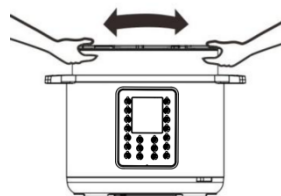

Figura 14
Prima di inserire la pentola interna (6) nella pentola a pressione, assicurarsi che la pentola interna in cui si trova la piastra riscaldante (14) sia pulita e asciutta e livellare la pentola per garantire un contatto ottimale tra la pentola interna e la piastra riscaldante (14) (Figura 14).
COMMENTO: La valvola limitatrice di pressione non può essere impostata sulla posizione "Sfiato" subito dopo la cottura se si utilizzano funzioni come il porridge o la zuppa. È **IMPORTANTE** che la valvola di sicurezza (5) si abbassi prima di tentare di aprire il coperchio (Figura 14).